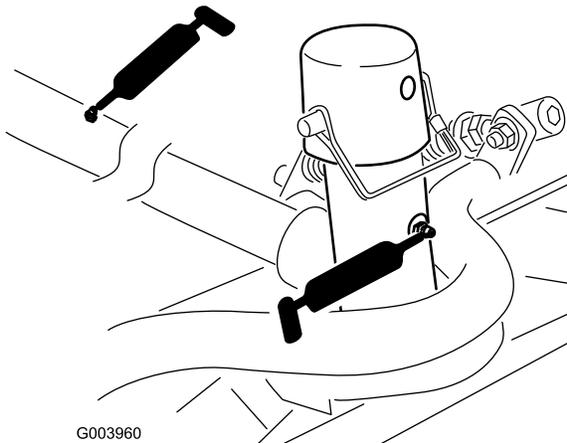

Рисунок 43
- Несущая рама и ось поворота режущего блока (по 2 шт.) (Рисунок 43)